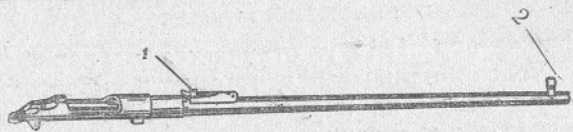

Рис. 2. Ствол со ствольной коробкой:
6. Ствол (рис. 2) служит для направления полета пули. Внутри он имеет канал с четырьмя нарезами, которые выются слева вверх направо. Нарезы служат для